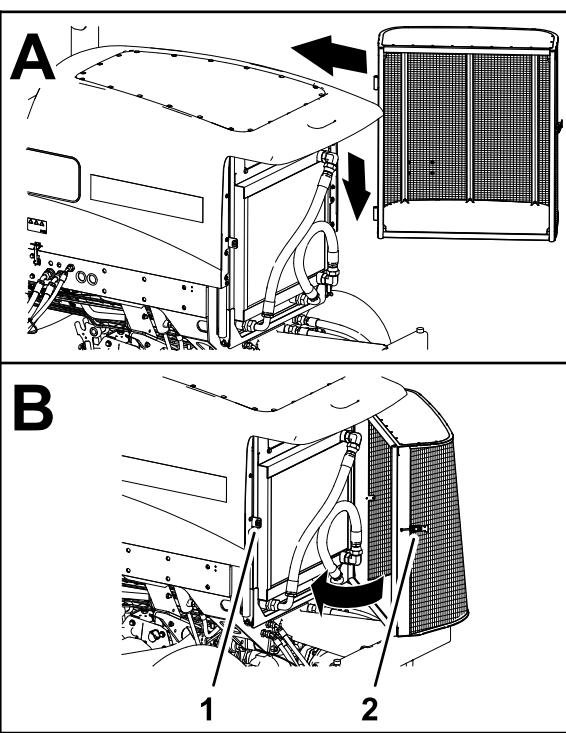

Figure 111
8. Accrochez la grille sur les axes d'articulation (Figure 111).